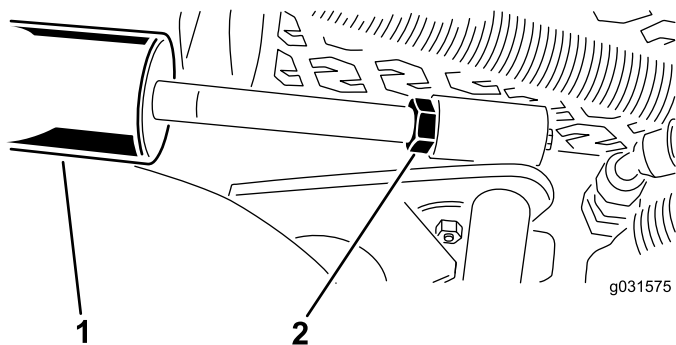

Figura 15
- A. Baje las unidades de corte y afloje la contratuerca del cilindro (Figura 15).